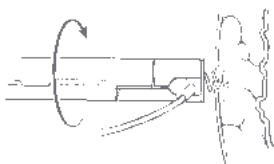

Figure 9
- Dévisser la sonde dans le sens anti-horaire (voir la figure 9) jusqu'à ce que la vis soit complètement extraite du tissu cardiaque.